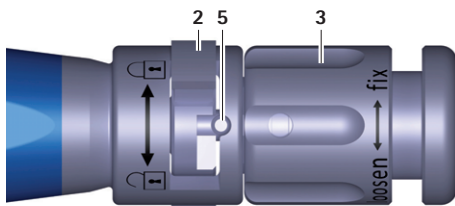

Fig. 4 Primer plano del instrumento de inserción, implante de prueba/implante tensado
- Gire la tuerca giratoria **3** del instrumento de inserción **A** en sentido de las agujas del reloj (en dirección "fix") hasta tensar el implante de prueba, ver Fig. 4.
- Gire la tuerca giratoria **3** del instrumento de inserción **A** en sentido de las agujas del reloj (en dirección "fix") hasta tensar el implante, ver Fig. 4.